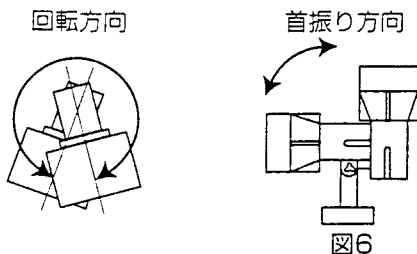

図6
6. ツマミナットを少しゆるめて照射方向を合わせてからツマミナットを締め付けてください。（図6）